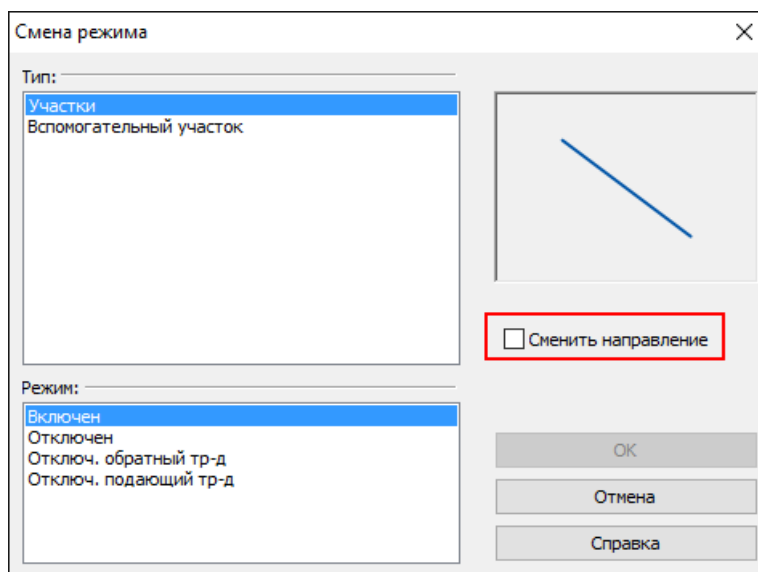

Рисунок 6.5. Смена режима для участка
2. Установить курсор на определенный участок и дважды щелкнуть левой клавишей мыши. На экране появится диалог Смена режима (смотрите Рисунок 6.5, «Смена режима для участка»).